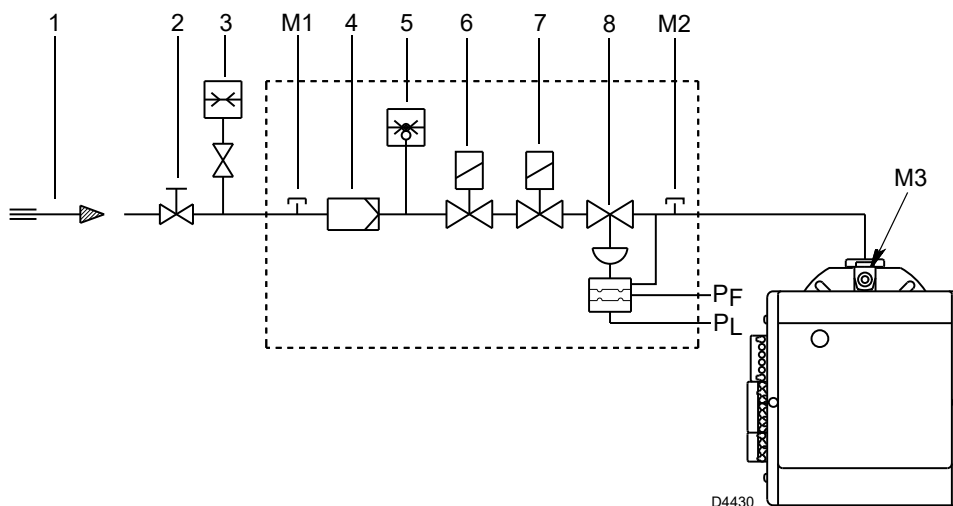

Fig. 14
Leyenda (Fig. 14)
Presión del gas medida en la toma M3)(Fig. 14), con:
- sustraer de la presión del gas en la toma M3)(Fig. 14) la presión en la cámara de combustión.
Para conocer la presión del gas necesario en la toma M3)(Fig. 14), fijada la potencia máxima de modulación a la cual se desea que funcione el quemador:
- Leer a la derecha, columna 1, la presión en la toma M3)(Fig. 14).